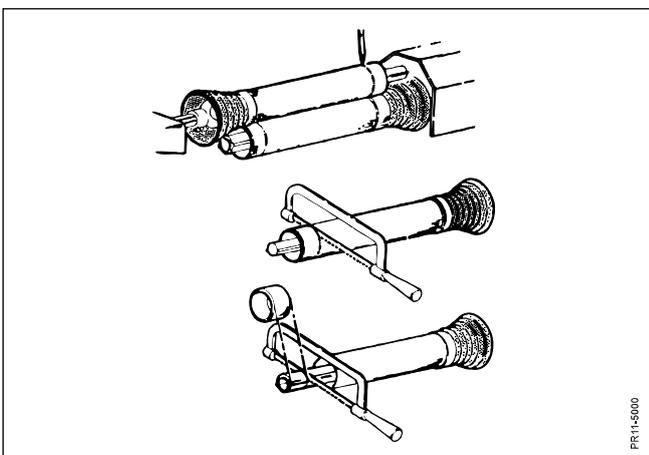

Fig. 2-11
- Fig. 2-11** Die Gelenkwellenhälften an PTO bez. PIC befestigen, wenn diese gerade einander gegenüber sind, mit der Maschine in Arbeitsstellung. (Die längste Abstand bei dieser Maschine). Die Wellenenden parallel halten und die gewünschte Abkürzung markieren, mindestens 200 mm Überlappung. Alle 4 Rohre gleich viel abkürzen. Die Enden der Profilrohre abrunden und sorgfältig entgraten. Es ist wichtig, daß die Rohre vor dem Schmieren glatt und sauber sind. Die Rohre sorgfältig schmieren, bevor sie wieder zusammengeschoben werden.